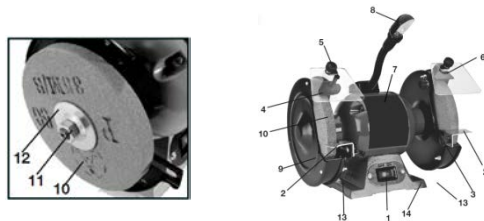

Рис.1 Общий вид станка
Станок состоит из следующих составных частей: основания, эл.двигателя, рабочего вала, органов управления. Крутящий момент электродвигателя-7, (см.рис.1) передаётся непосредственно абразивным кругам-2. Лампа подсветки-8, обеспечивает освещение рабочей зоны.
-ослабить винты и снять боковую внешнюю крышку-9, см.рис.1